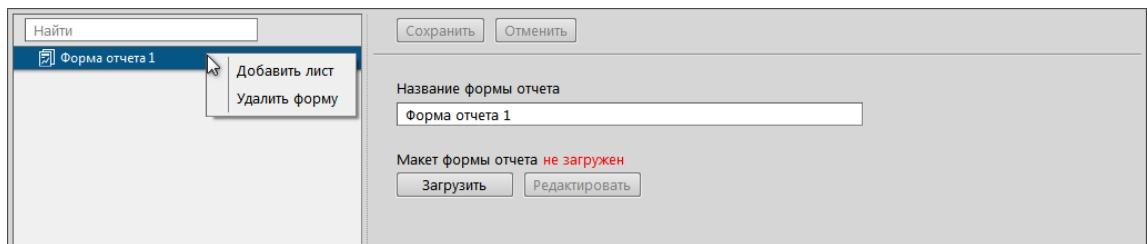

Рисунок 132 - Наполнение формы отчета
2. Нажмите *ПКМ* по созданной форме отчета и выберите **Добавить лист** (Рисунок 132). Появится «Лист N», где N – порядковый номер листа формы отчета.